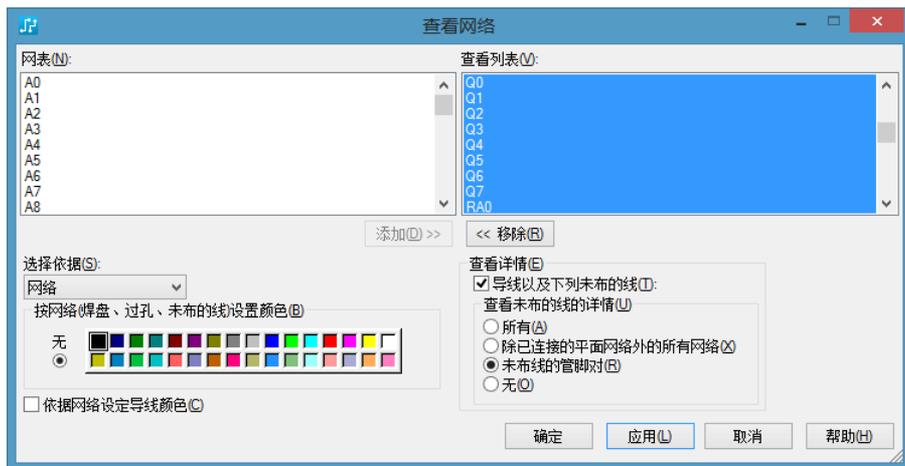

图 11-44 选择要隐藏的网络及参数设定
(3) 单击鼠标左键，拖动选择所有的要隐藏的网络，如图 11-44 所示。
(1) 打开如图 11-44 所示的“查看网络”窗口。
(2) 将“GND”网络从“网表”列表框添加到“查看列表”列表框中，然后在“查看列表”列表框中选择该网络。
(3) 在“依据网络设定导线颜色”选项区域内选择绿色，单击“确定”按钮完成设置，